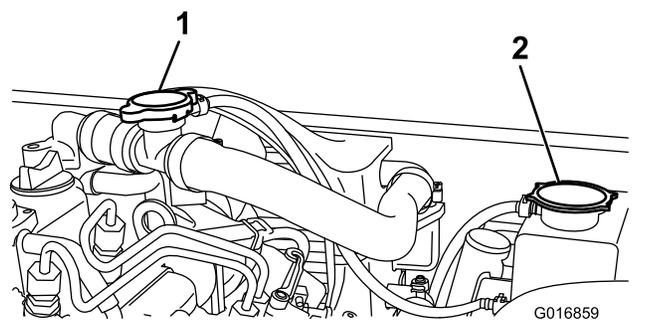

図 51
- ラジエーターの補助タンクのキャップを取る **図 51**。
- 補給口のキャップ **図 51** を外して冷却液を入れる。
3. 補給口のキャップを元通りにはめ、補助タンクのキャップを開ける 図 51。